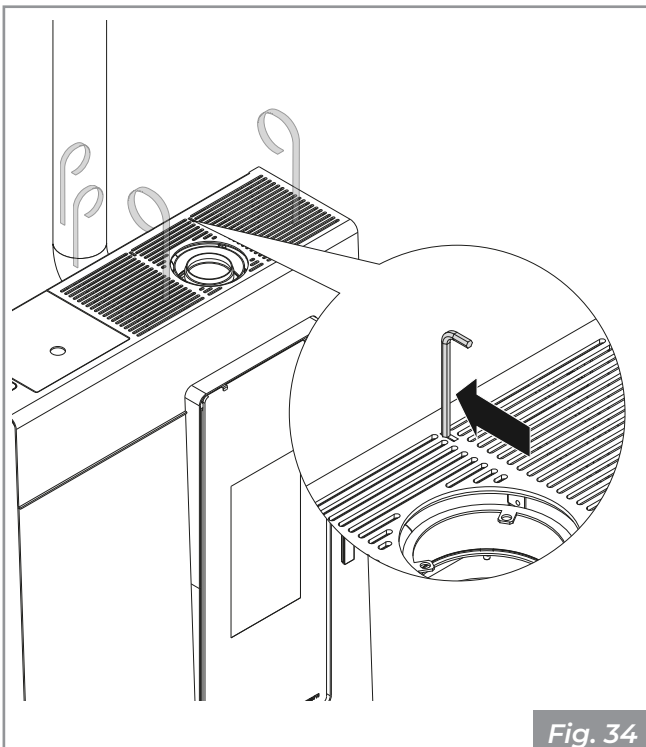

Fig. 34
- superiore e posteriore (**Fig. 34**).